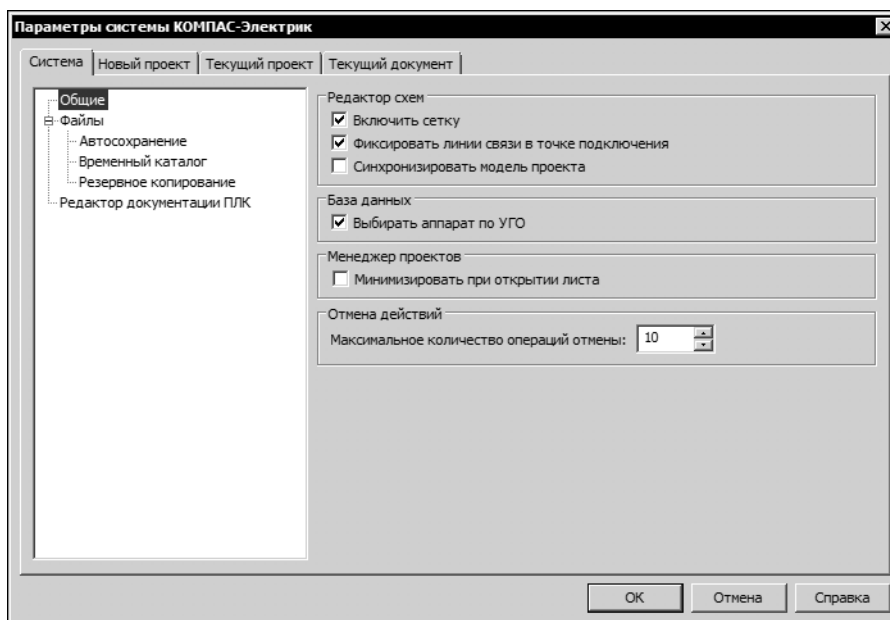

Рис. 17.1. Диалог настроек системы КОМПАС-Электрик
Все настройки выполняются в диалоге **Параметры системы КОМПАС-Электрик** (рис.17.1).
Настройки параметров системы выполняются во вкладке **Система** диалога **Параметры системы КОМПАС-Электрик** (рис. 17.1).
- ▼ При выборе настройки **Общие** (рис. 17.1), в правой части вкладки появляются элементы управления, которые позволяют выполнить настройку при работе с редактором схем и отчетов, базой данных и менеджером проектов. Описание элементов управления настройки приведено в табл. 17.1.